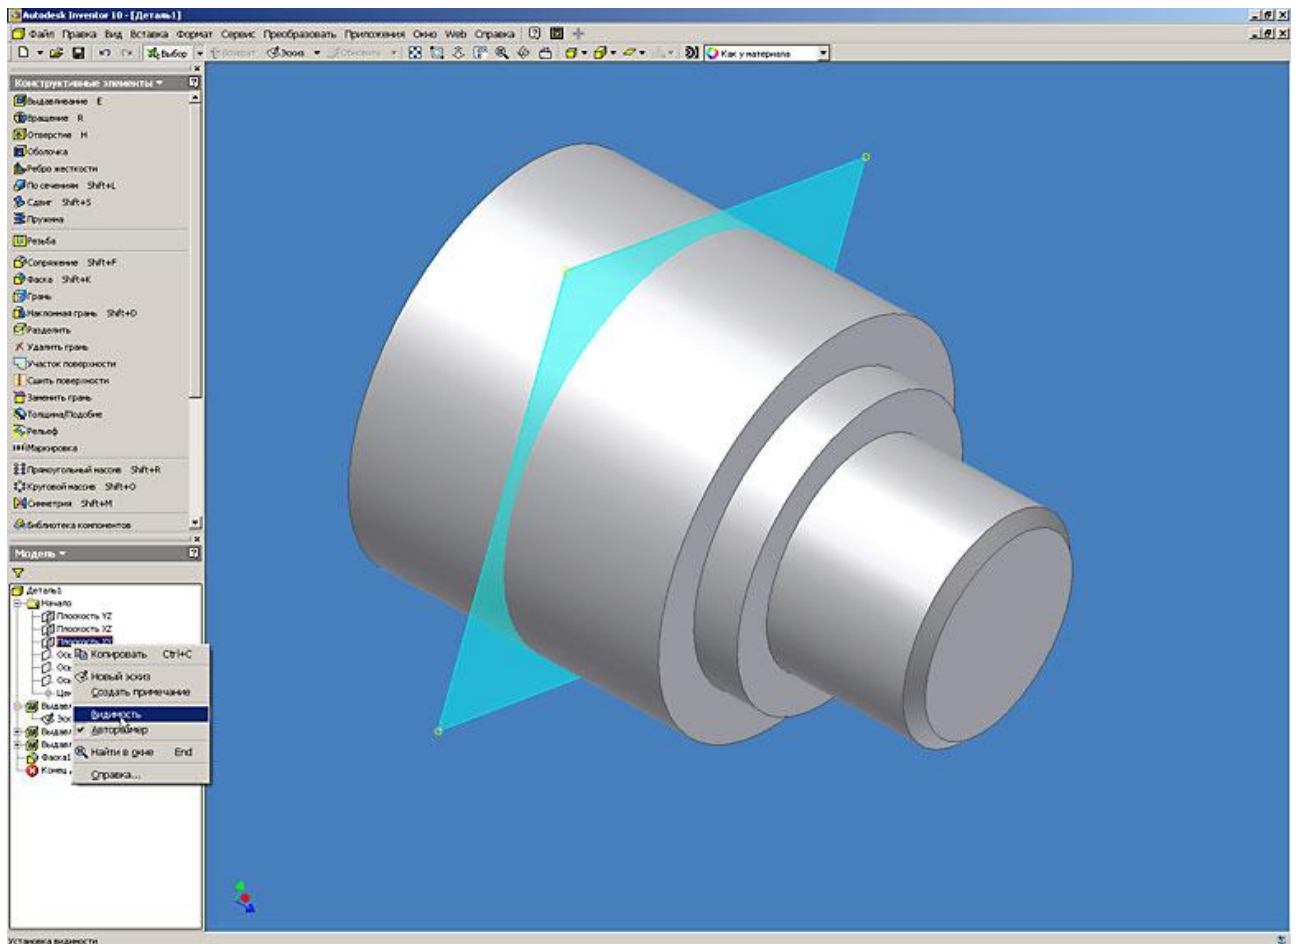

Рис. 9. Autodesk Inventor. Работа с конструктивными элементами (выдавливание)
9. Так как деталь симметрична, выполним оставшиеся построения при помощи команды "Симметрия". Для удобства выполнения этой операции сделаем видимыми некоторые вспомогательные элементы (в нашем случае это плоскость симметрии "Плоскость XY" в начале координат). Для этого в браузере модели щелкаем на значке плюс (+) перед папкой "Начало" и правой клавишей мышки на плоскости XY включаем команду "Видимость" (рис. 9).